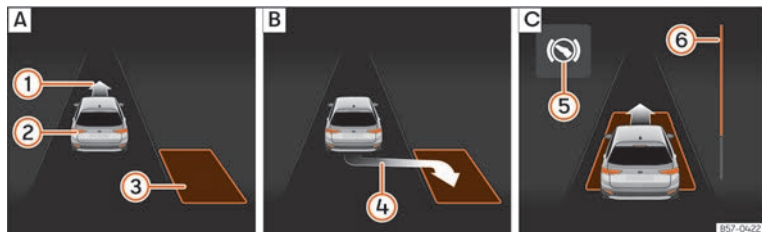
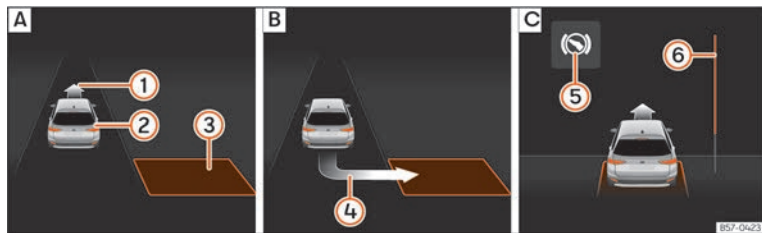

Abb. 198 Am Bildschirm des Kombi-Instruments: längs einparken. **A** Parklücke suchen. **B** Position zum Einparken. **C** Rangieren.
Abb. 199 Am Bildschirm des Kombi-Instruments: quer einparken. **A** Parklücke suchen. **B** Position zum Einparken. **C** Rangieren.
• Schauen Sie auf der Bildschirmanzeige im Kombi-Instrument, ob die Parklücke als „geeignet“ erkannt wurde und ob die korrekte Position zum Einparken »» **Abb. 198** [B] oder »» **Abb. 199** [B] erreicht wurde. Die Parklücke wird als „geeignet“ betrachtet, wenn auf dem Bildschirm des Kombi-Instruments die Anzeige zum Einparken erscheint (4).
• Fahren Sie rückwärts, bis das Dauertonsignal des ParkPilot ertönt; **ODER:** fahren Sie zurück, bis auf dem Bildschirm des Kombi-Instruments die Anzeige für Vorwärtsfahren »» **Abb. 198** [C] oder »» **Abb. 199** [C] erscheint; **ODER:** fahren Sie zurück, bis am Bildschirm des Kombi-Instruments die Meldung **Park Assist beendet** erscheint. Die Fortschrittsanzeige (6) zeigt den zurückzulegenden Abstand an »» Seite 294.
• Treten Sie auf das Bremspedal, bis die Lenkbewegungen des Parklenkassistenten beendet sind; **ODER:** bis das Symbol (S) am Bildschirm des Kombi-Instruments erlischt.
• Fahren Sie vorwärts, bis das Dauertonsignal des ParkPilot ertönt; **ODER:** fahren Sie vorwärts, bis am Bildschirm des Kombi-Instruments die Anzeige zur Rückwärtsfahrt erscheint. Der Parklenkassistent lenkt das Fahrzeug vorwärts und rückwärts bis es in der Parklücke zentriert ist »» **Abb. 198** [C] oder »» **Abb. 199** [C].
Die Fortschrittsanzeigen »» **Abb. 198** (6) und »» **Abb. 199** (6) im Display des Kombi-Instruments zeigt symbolisch die noch zu fahrende relative Fahrstrecke an. Je länger die Distanz ist, desto größer ist der Füllstand des Fortschrittsbalkens. Bei Vorwärtsfahrt nimmt die Füllung des Fortschrittsbalkens nach oben ab und bei Rückwärtsfahrt nimmt die Füllung des Fortschrittsbalkens nach unten ab.